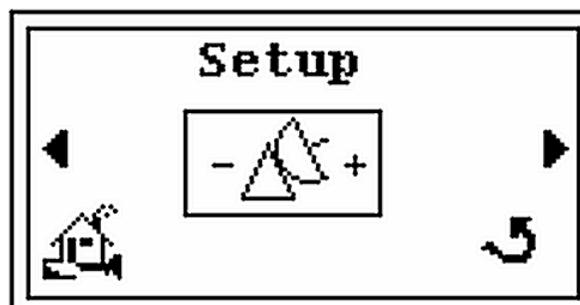

Abbildung 2-20 Setup-Bildschirm
3. Drücken von ► und der *Setup-* Bildschirm erscheint (Abbildung 2-20).